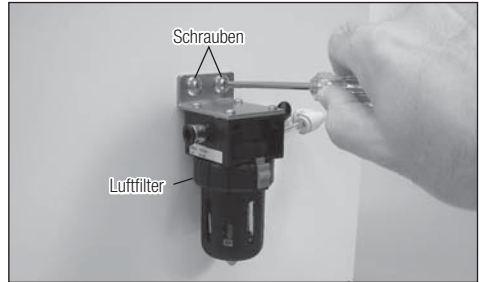

Abb. 26
- 2) Nach Entfernen der beiden Schrauben den Luftfilter abnehmen (Abb. 26).